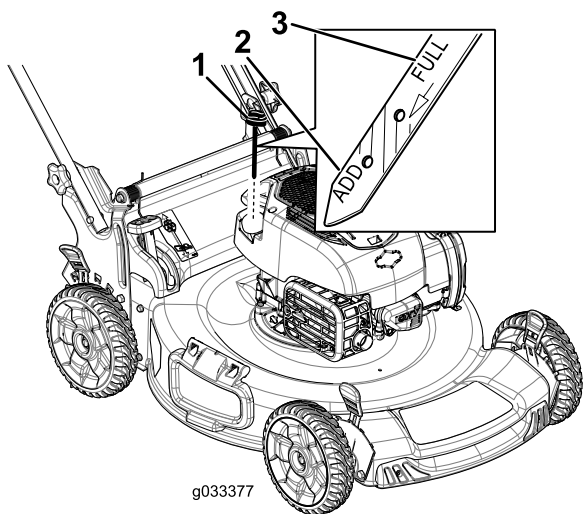

Рисунок 14
2. Выньте щуп для измерения уровня, протрите его, и затем вставьте на полную глубину (Рисунок 14).
3. Выньте щуп и проверьте уровень масла (Рисунок 14). Если уровень масла ниже отметки **Add (Долить)** на масломерном щупе, медленно заливайте масло в маслозаливной патрубок, чтобы поднять уровень масла до метки **Full (Заполнено)** на масломерном щупе. **Не допускайте переполнения.**